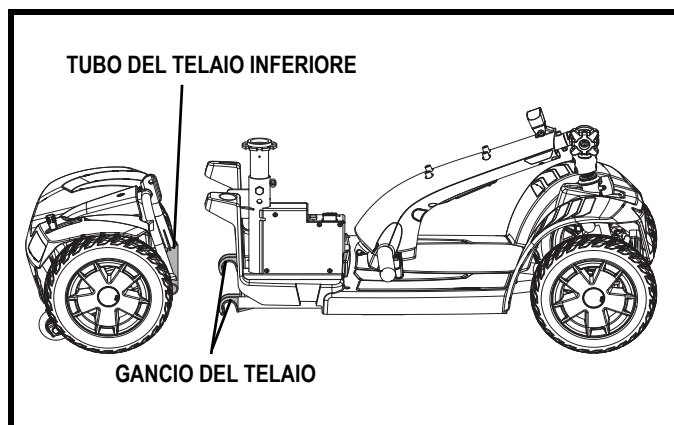

Figura 27. Separazione telaio
3. Sollevare il pistone e far ruotare all'indietro la parte posteriore fino a quando i fermi del telaio non saranno più bloccati nel tubo del telaio inferiore. **Vedere figura 27.**
4. Separare lentamente le due parti. **Vedere figura 27.**
1. Posizionare sezione posteriore e sezione anteriore dello scooter come da **figura 27**.
2. Sollevare la parte anteriore allineando i fermi del telaio della parte anteriore con il tubo del telaio inferiore della parte posteriore. **Vedere figura 27.**